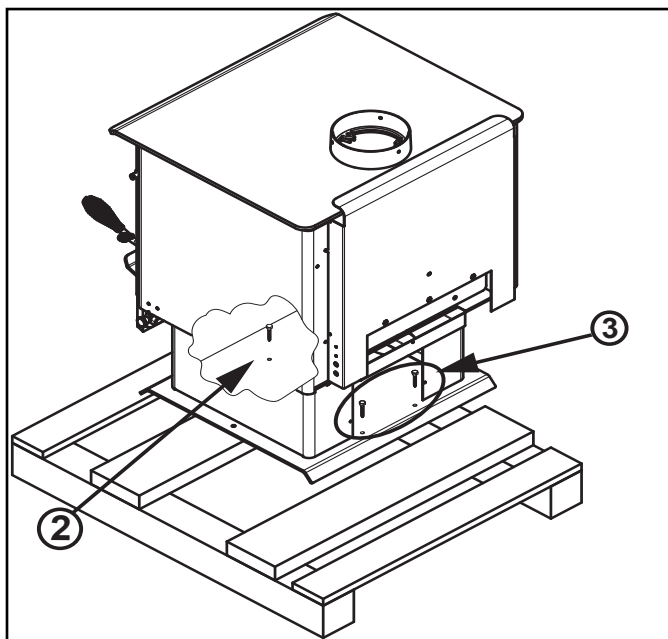

Figure 5.1
2. À l'aide d'une douille de 7/16 po ou d'une clé, enlever l'écrou situé à l'intérieur de la partie avant de l'appareil (**figure 5.1**).
3. Utiliser une douille de 7/16 po ou une clé et enlever les deux écrous à l'arrière de l'appareil (**figure 5.1**).